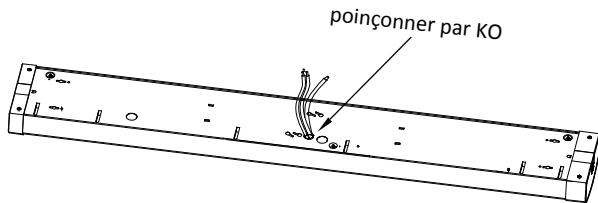

Figure 7
1. Utiliser un tournevis pour enfoncer une des entrées défonçables (Figure 7) et sortir les câbles de cette ouverture dans le boîtier.